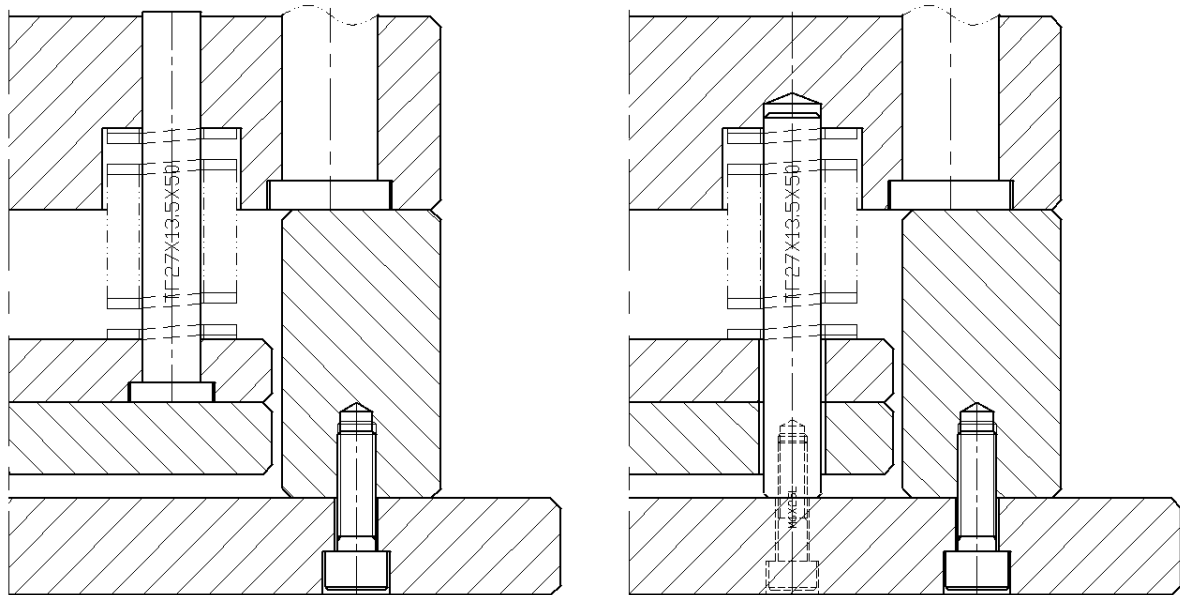

图 7-11 复位弹簧装配
- (1) L2 为弹簧预压后的长度，L1 为顶出行程；
- (2) 弹簧一般套在_____上，如果空间不够，则可设计成右图所示，套在_____上面如图 7-11 所示；
- (3) 弹簧的数量取决于顶针板的_____，所有弹簧处于预压状态的力相加，应是顶针板质量的 1.5~2 倍。当空间不够，或弹簧提供的力无法达到要求时，则考虑氮气弹簧或用油缸顶出。
(4) 以黄弹簧压缩比为 45%，蓝弹簧压缩比为 36%的计算，表中 L1 与 L2 常取仅供参考：